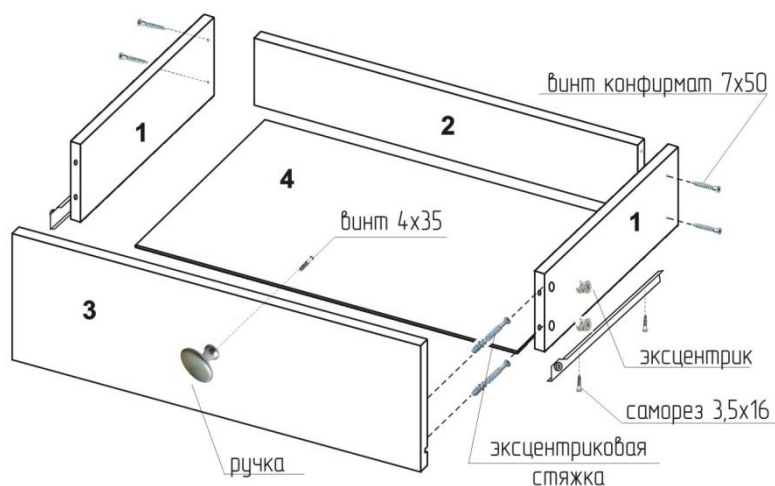

рис. 1
1. Собрать ящики. Соединить боковины ящика (1,2) используя винт конфирмат 7x50. Фасад (3) закрепить с помощью эксцентриков и эксцентриковой стяжки. Вставить в паз фасада (3) дно ящика (4) и закрепить заднюю часть дна ящика гвоздями 2x20. Установить направляющие, на боковины ящика (1) используя саморезы 3,5x16. Установить ручку на винт 4x35 (идёт в комплекте с ручкой) (рис. 1).